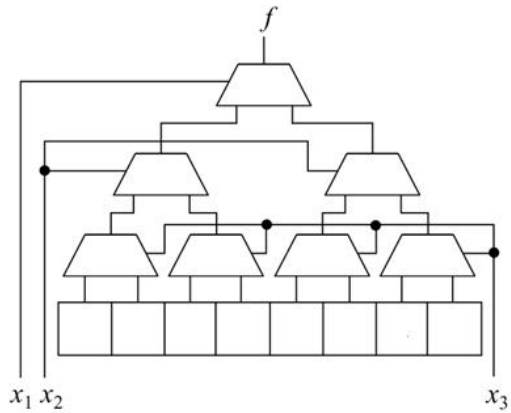

图 9 三输入 LUT
7、试用一个如图 9 所示的三输入 LUT 实现逻辑函数:
- (1) 列出函数  $f$  的真值表；
- (2) 确定图 9 中每一个相应存储单元的值。